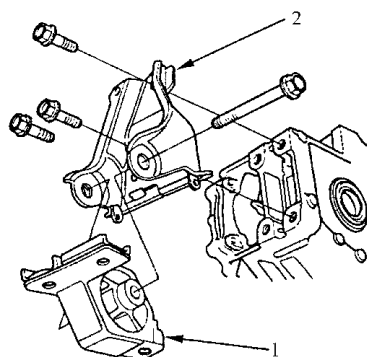

图 4-39 拆卸后变速器安装座及支架
24) 如图 4-39 所示，拆卸后变速器安装座及后变速器安装座支架。